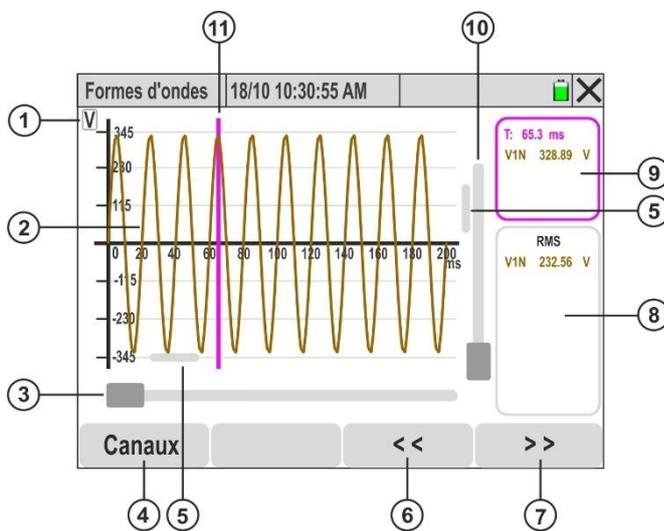

Fig. 46: Description des symboles présents sur la page des formes d'onde
À titre d'exemple, les pages d'un système **Triphasé 4 fils** avec pays sélectionné = **Europe** sont affichées ci-dessous. Des considérations similaires s'appliquent à tout autre système de mesure et pays sélectionné. Le nombre de pages disponibles dépend du type de système considéré. **En présence d'une page relative aux valeurs numériques**, il est possible de sélectionner à tout moment l'affichage des formes d'onde des grandeurs tension et courant en entrée en appuyant sur la touche **F2** ou au moyen de la touche virtuelle « **Graphiques U/I** ». La signification des symboles est indiquée à la Fig. 46 ci-dessous. Pour opérer sur la fenêtre des formes d'onde, il est **recommandé** d'utiliser le stylet PT400.
- L'instrument affiche toujours 1024 points pour chaque grandeur correspondant à **10 formes d'onde consécutives** (max 200 ms à 50 Hz et 167 ms à 60 Hz) (voir Fig. 46)
- **Toucher n'importe quel point du graphique** pour afficher le curseur fuchsia d'affichage des valeurs instantanées (voir Fig. 46 – partie 11). Toucher la section illustrée à la Fig. 46 – partie 9 pour masquer le curseur
- **Appuyer sur les points de la forme d'onde** pour déplacer le curseur fuchsia aux points souhaités en lisant la valeur dans la section illustrée à la Fig. 46 – partie 9. Utiliser les touches fléchées ◀ et ▶ pour un déplacement précis du curseur sur l'axe des temps par pas de 0,1 ms
- Déplacer les curseurs de translation avec le stylet (voir Fig. 46 – parties 5) pour focaliser les points exacts de la forme d'onde à examiner
1. Toucher « **Canaux** » (voir Fig. 46 – partie 4). La page-écran suivante s'affiche à l'écran
7. **Utiliser le curseur de zoom horizontal** (voir Fig. 46 – partie 3) pour développer la forme d'onde sur l'axe des temps comme indiqué à la Fig. 51 – partie gauche)
8. **Utiliser les curseurs de zoom horizontal et vertical** (voir Fig. 46 – parties 3, 10) et les **curseurs de translation horizontale et verticale** (voir Fig. 46 – parties 5) pour développer globalement la forme d'onde afin d'afficher les détails souhaités comme indiqué à la Fig. 51 – partie droite)